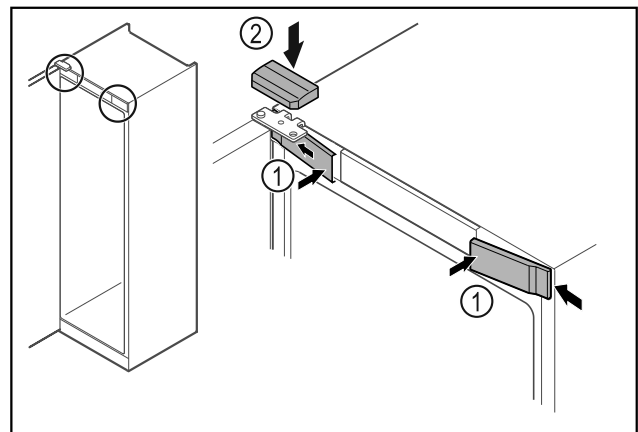

Fig. 58
- Agganciare le coperture anteriori Fig. 58 (1) di lato e innestarle.
- Innestare la copertura superiore Fig. 58 (2) dall'alto.